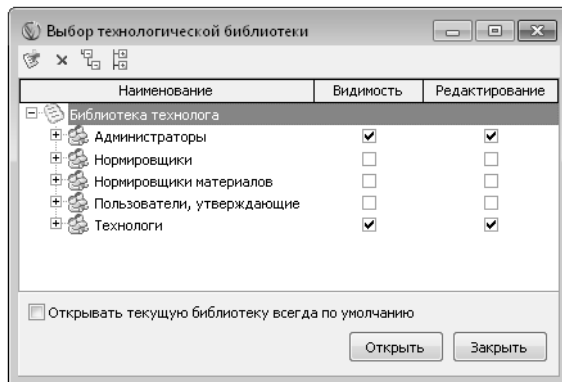

Рис. 4.4.
13. Введите в ячейку новое название библиотеки — **Библиотека технолога** и нажмите **<Enter>**. Оставьте права доступа к библиотеке, предложенные по умолчанию, и нажмите кнопку **Открыть** (рис. 4.4).